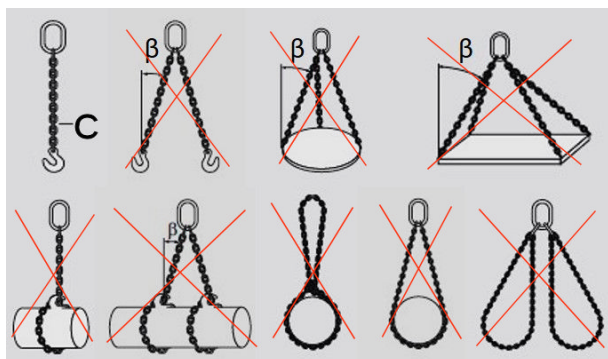

Figure 2: Méthodes de levage pour deux élingues en chaîne
Ajuster les élingues en chaîne pour lever des charges comme sur la Figure 2.
- ▶ Utiliser uniquement la méthode de levage (C) pour élingues en chaîne comme sur la Figure 2. Ne pas dépasser l'angle d'inclinaison maximal de 30°.